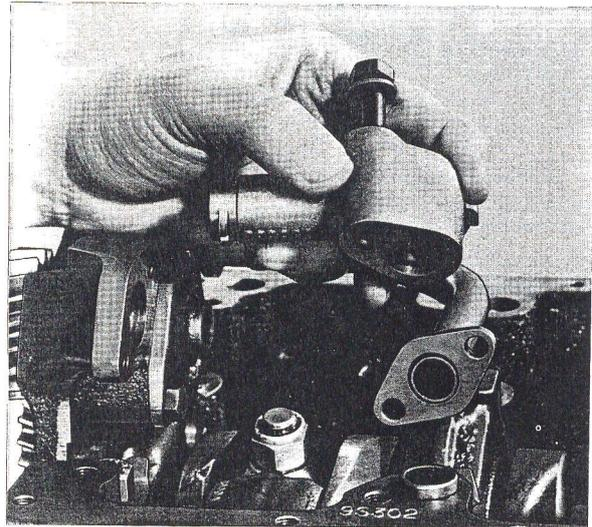
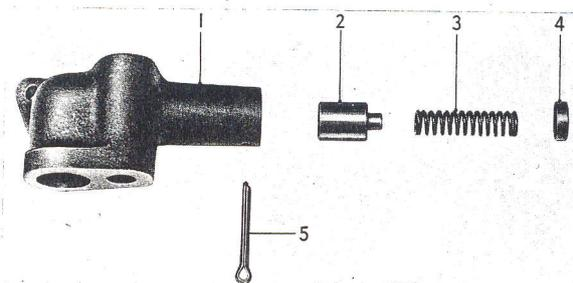

Fig. P11 — Dépose du carter de refoulement (nouveau modèle).
Fig. P12 — Vue éclatée du carter de refoulement.
Le carter de refoulement est monté sur la face inférieure du bloc-cylindres (fig. P11). Il renferme le clapet de décharge taré à 3,5/4,2 bars (fig. P12).
3. Déposer les deux vis de fixation du carter de refoulement sur le bloc-cylindres et le déposer (fig. P11).
4. Déposer la goupille fendue située à l'extrémité du carter, retirer le chapeau, le ressort et le clapet (fig. P12).
3. Utiliser un joint neuf lors de la pose du carter de refoulement sur le bloc-cylindres et le fixer à l'aide des deux vis (fig. P11 et P13).